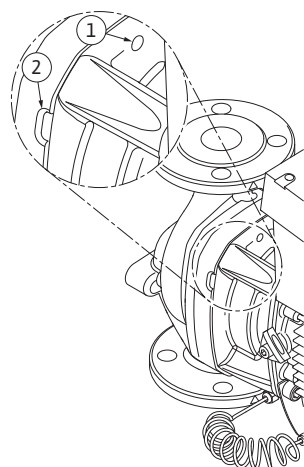

Fig. 51: Gwintowane otwory i szczeliny do wyciskania głowicy silnika z korpusu pompy
13. Wycisnąć głowicę silnika (patrz rys. 13) z korpusu pompy. Zaleca się wykorzystanie w tym celu dwóch gwintowanych otworów (rys. 51, poz. 1), głównie do poluzowania osadzenia. W celu poluzowania osadzenia wkręcić odpowiednie śruby w gwintowane otwory. Gdy głowica silnika jest poluzowana, do wyciśnięcia można dodatkowo użyć szczelin (rys. 51, poz. 2) między korpusem pompy a latarnią (w tym celu włożyć np. dwa wkrętaki i użyć ich jako dźwigni). Po wyciśnięciu o ok. 15 mm głowica silnika nie znajduje się już w korpusie pompy.